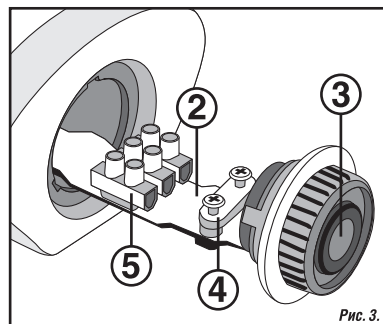

Рис. 3.
- Введите сетевую кабель через гермоввод (3), пропустите его через зажимную колодку (4) и закрутите прижимные винты до плотной фиксации сетевого кабеля. *Рис. 3.*